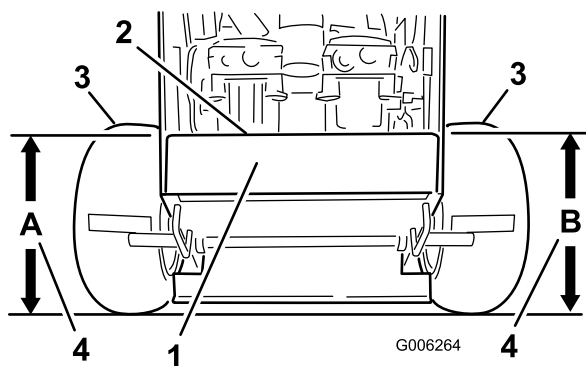

Figura 55
- Misurate l'altezza della scocca del motore al punto **A** (Figura 55).
- Misurate l'altezza della scocca del motore al punto **B** (Figura 55).